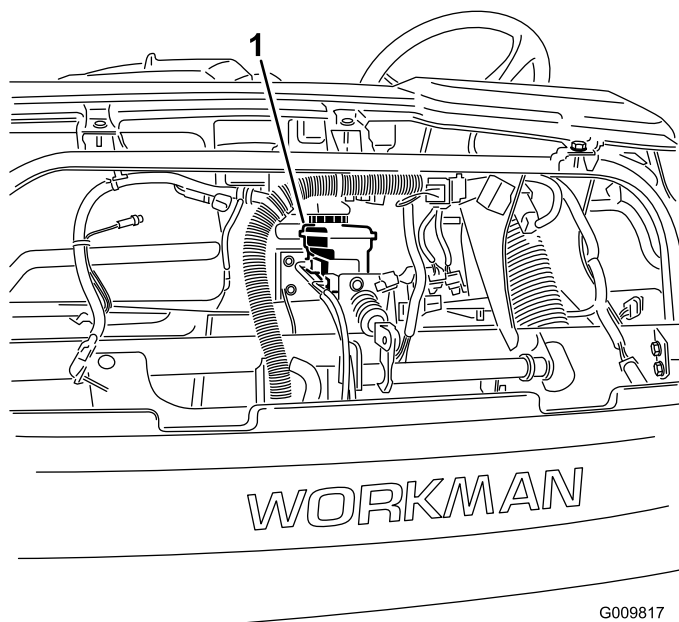
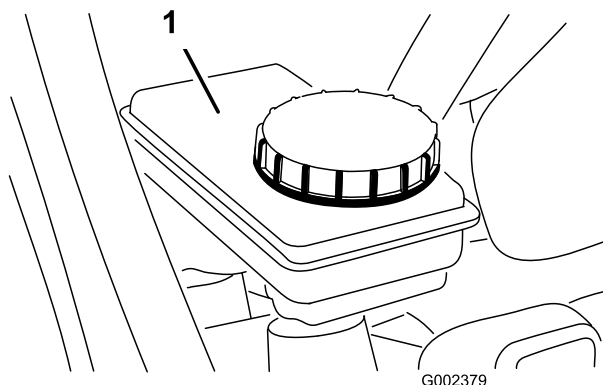

Figura 26
Figura 27
3. Verifique o nível do fluido do reservatório do fluido dos travões (Figura 26 e Figura 27).
- A. Limpe a zona em torno da tampa do reservatório (Figura 27).
- B. Remova a tampa do reservatório (Figura 27).
- C. Adicione o fluido dos travões especificado até à linha Full do reservatório (Figura 27).
- D. Coloque o tampão (Figura 27).